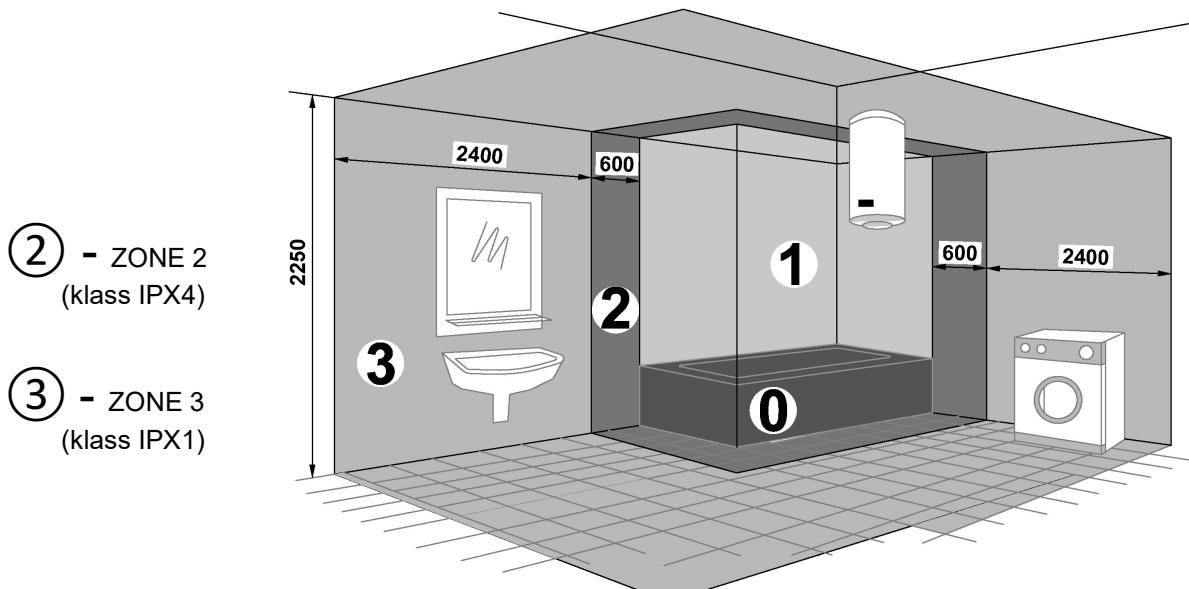

Bild 1: Indelade zoner i badrummet
- Regulatorn tillhör klass I vad gäller vattentålighet. Vid installation i badrum bör apparaten vara placerad i zon 3 (se bild 1), så att regulatorn är utan räckhåll för personer som använder duschen eller badkaret.